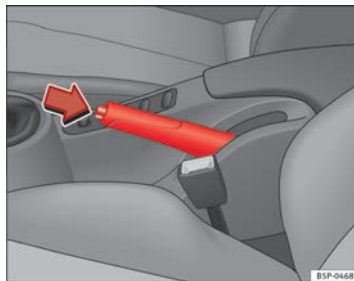

Fig. 152 Frein à main entre les sièges avant
⇒ fig. 152.
- Soulevez légèrement le levier du frein à main, appuyez sur le bouton de déblocage dans le sens de la flèche ⇒ fig. 152 et abaissez le levier au maximum ⇒ .